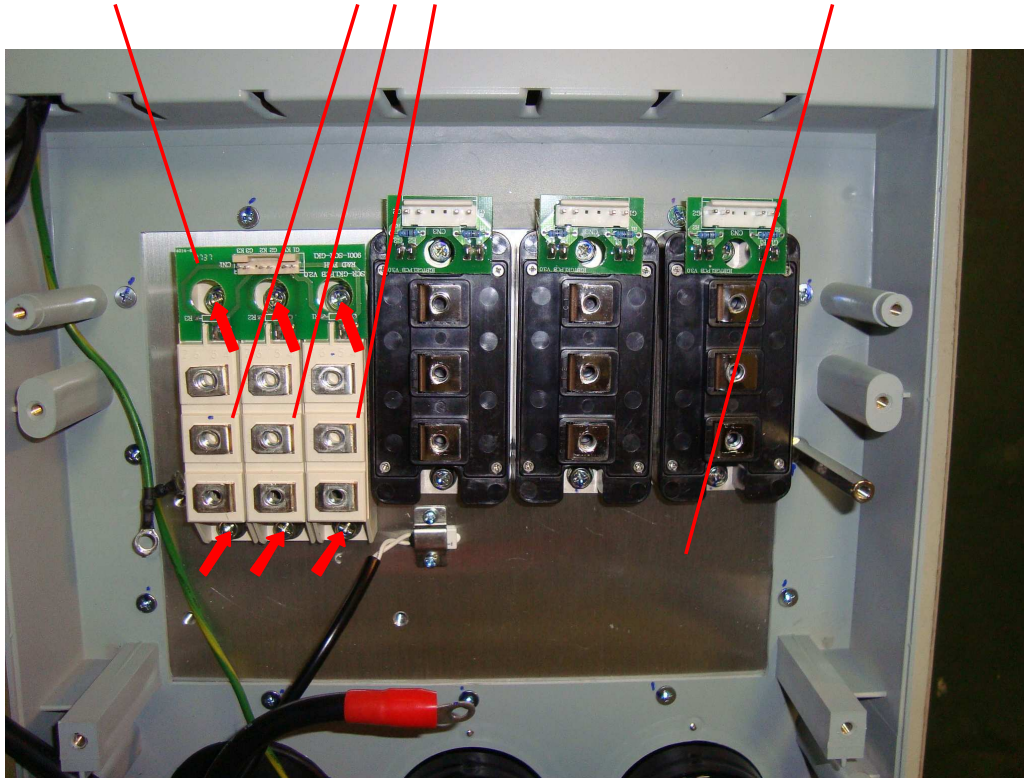

Рис. 6.16
6.11.1. Выкрутить 6 винтов (рис. 6.16, красные стрелки), демонтировать диодно-тиристорные полумосты вместе с монтажной платой и положить в тару